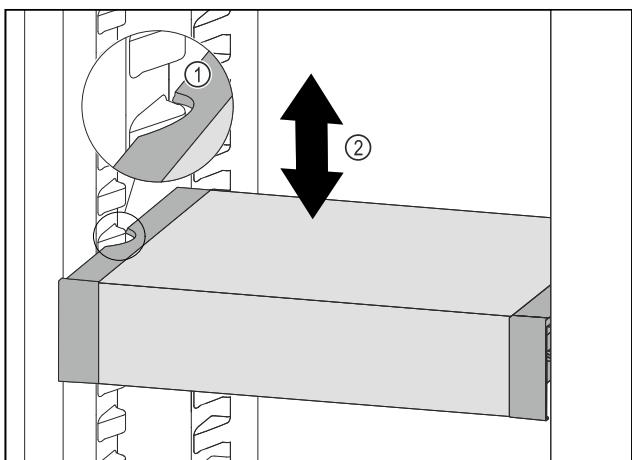

Fig. 103
- Изтеглете VarioSafe напред, докато страничните прорези на VarioSafe се намират на височината на реброто на съда в хладилната част. Fig. 103 (1)
- Преместете VarioSafe нагоре или надолу в хладилната част, докато се достигне желаната височина. Fig. 103 (2)